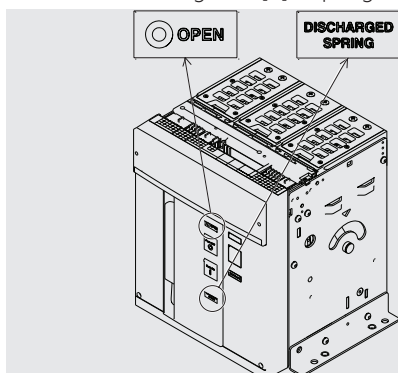

Figura 25
1. Controlar que el interruptor esté abierto (indicador abierto/cerrado "O - OPEN") y controlar que los resortes estén descargados (indicador resortes "blanco - DISCHARGED SPRING") como indicado en Figura 25.